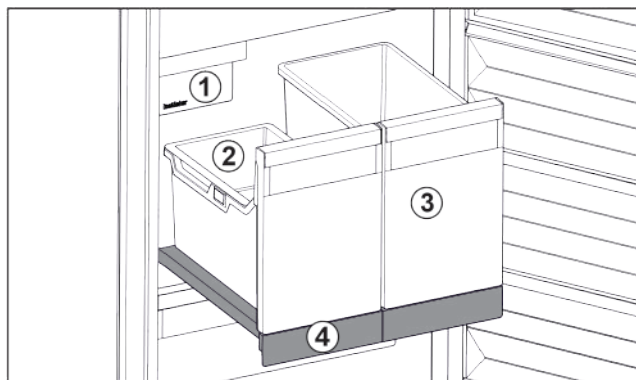

Fig. 24 Витяжна панель IceTower
На витяжній панелі є два високі резервуари (IceTower). В резервуарі Fig. 24 (2) кубики льоду з IceMaker збираються та зберігаються. Резервуар Fig. 24 (3) придатний для зберігання високих харчових продуктів, таких як піца та алкогольні напої.